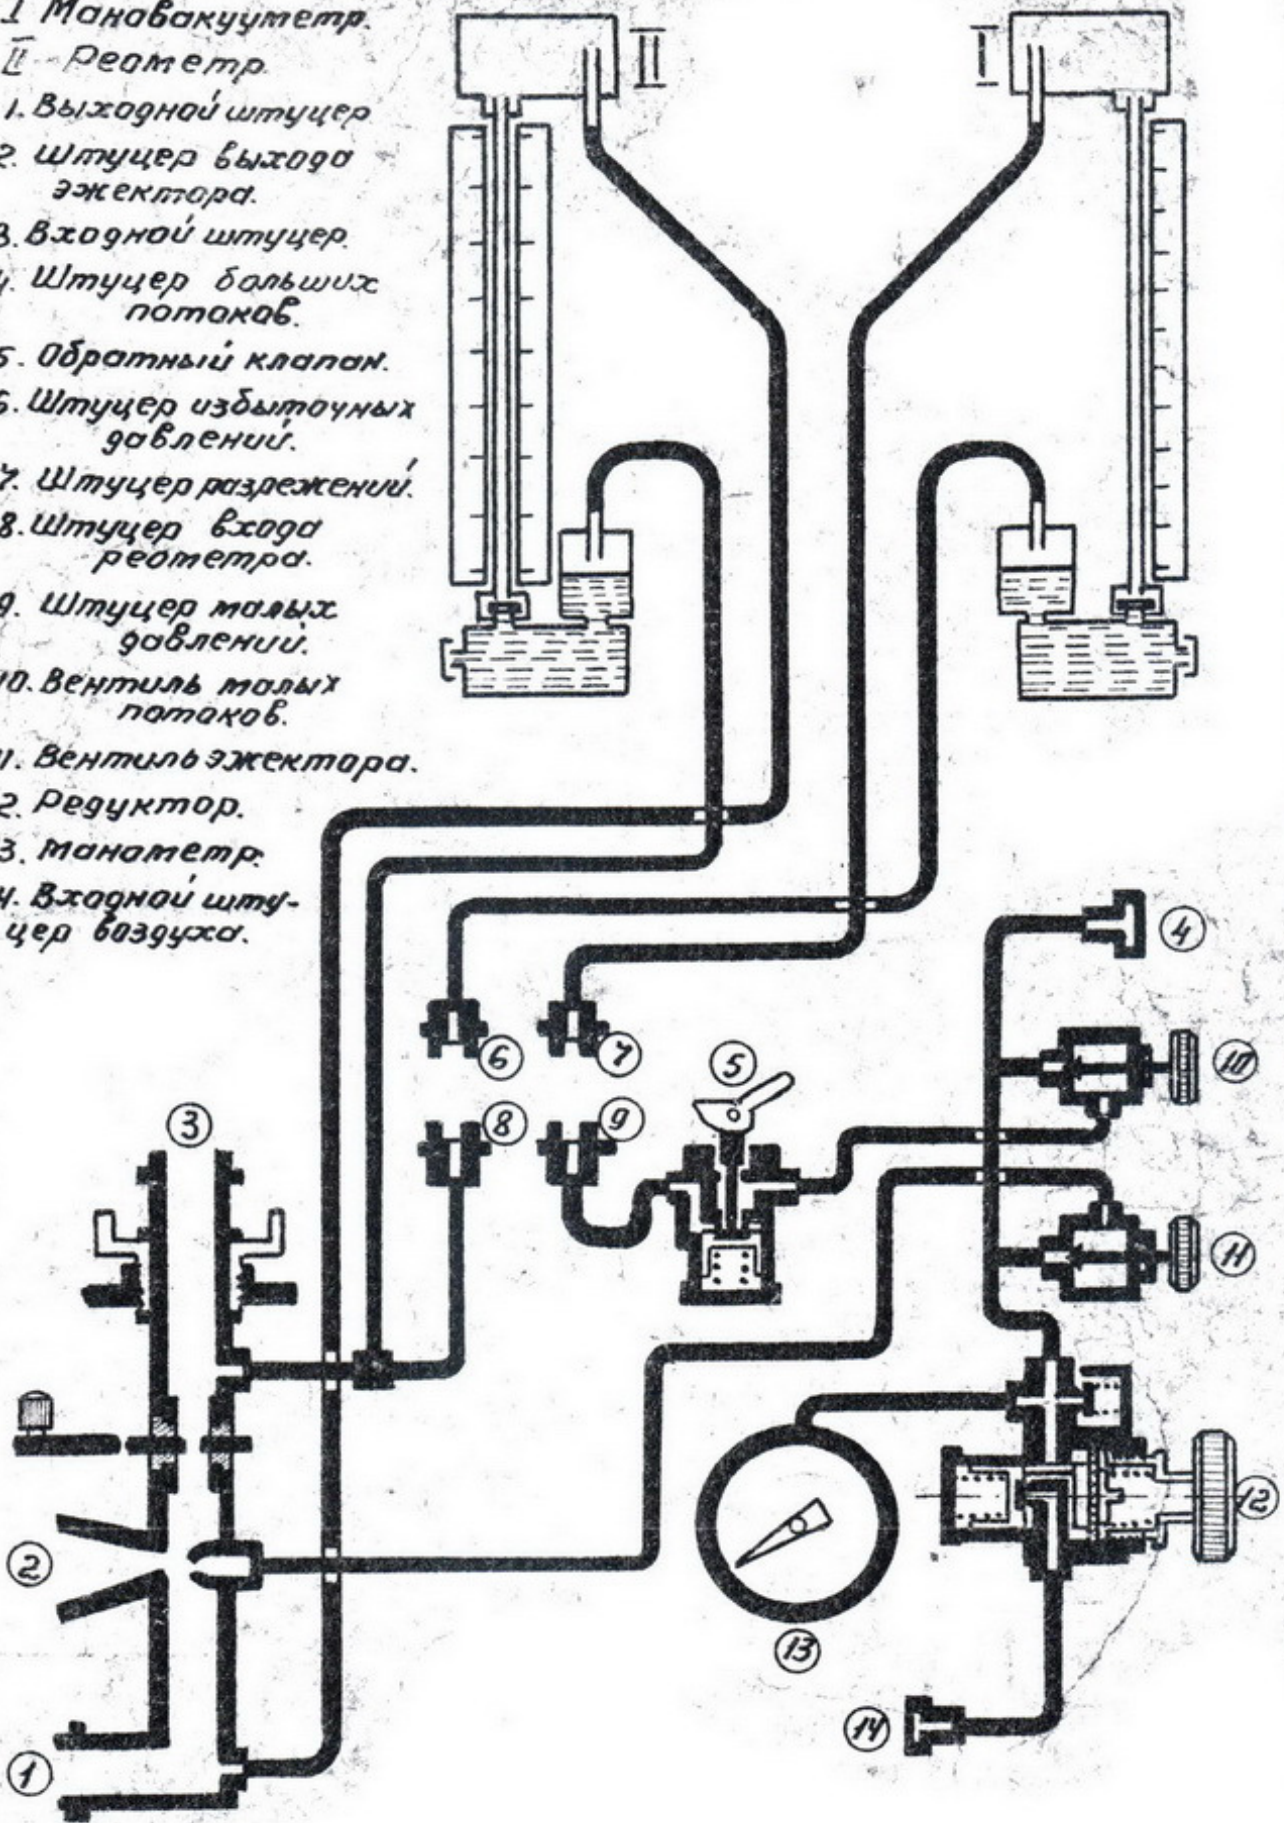

Рис. 1.
1. Бачок реометра соединен резиновой трубкой с полостью входного штуцера (3) и с ниппелем (8) (рис. 1).
2. Уловитель реометра соединен резиновой трубкой с полостью выходного штуцера (1).